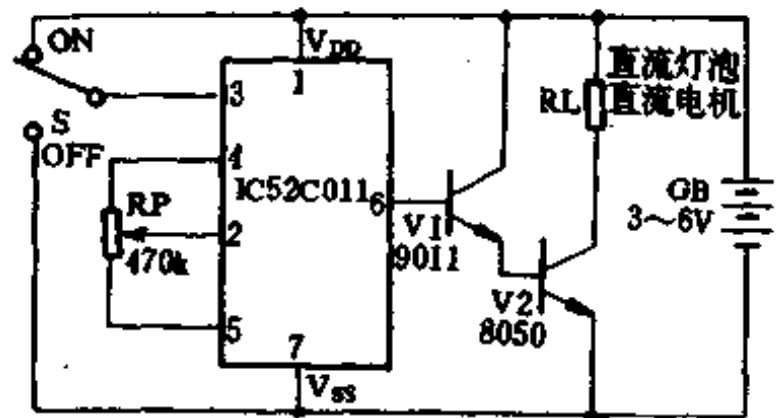

图 2-23
1. 直流调速和调光控制:电路如图 2-23 所示。调节外接电位器 RP 即可对负载进行控制,如果是直流电机则速度可以从最低调到最高,如果是直流灯泡其亮度可以从最暗调到最亮。如果负载功率较大则需加大驱动电路的功率和提高电源电压来解决。